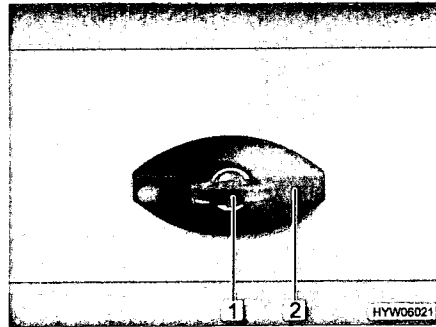

Bild 9 Klappenschloss, ellipsenförmig, verschlossen
- Schlüssel in Schließzylinder (Bild 9,1) stecken und eine viertel Umdrehung entgegen dem Uhrzeigersinn drehen. Schlossgriff (Bild 9,2) schnappt heraus.